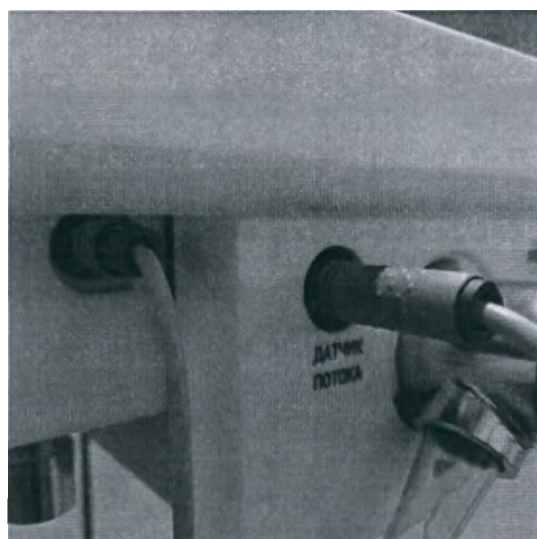

Рисунок 8.11 Подключение модуля газоанализа дыхательной смеси к МКРП
3. Подключить датчик CO₂ к соответствующему разъему аппарата ИВЛ (рисунок 8-11).